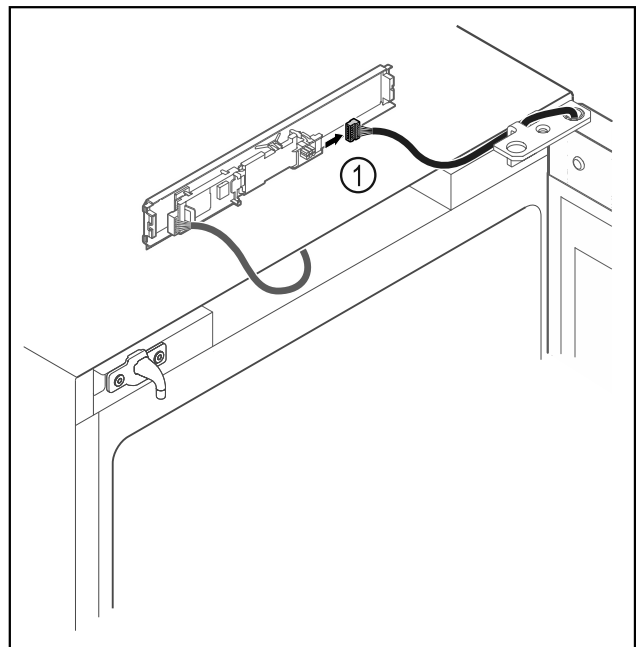

Fig. 7
- ▶ Stecker *Fig. 7 (1)* von Platine abstecken.